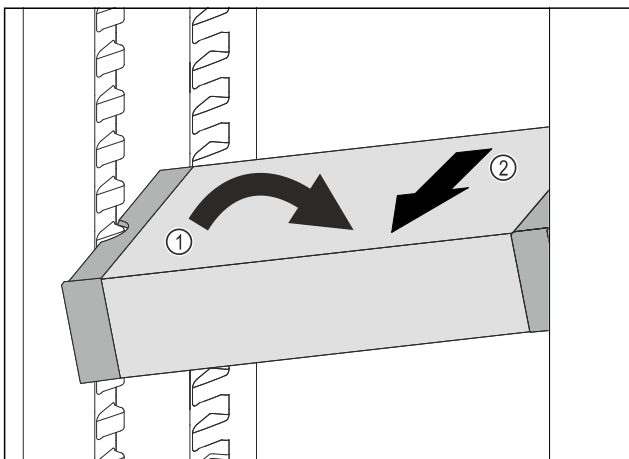

Fig. 103
- VarioSafe in het koelgedeelte schuin zetten. Fig. 103 (1)
- VarioSafe naar voren toe verwijderen. Fig. 103 (2)